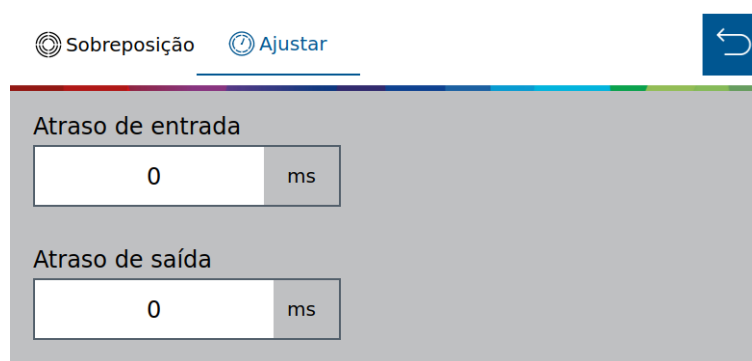

Figura 55 - Tela de calibração da sobreposição de fertilizante
Já na aba Ajustar, Figura 55, o operador conseguirá calibrar o corte de seção pelo atraso de entrada e atraso out. Conceito semelhante ao item 3.3.1.